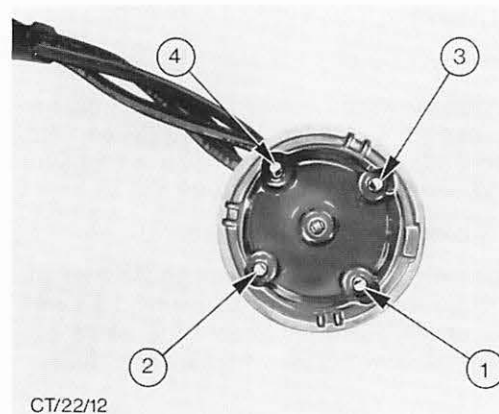

Abb. 27 Verteilerkappe für 4-Zylinder-Motor – Zahlen kennzeichnen die Zündfolge
4. Zündkabel in der richtigen Zündfolge anschließen, Abb. 27/28, und Verteilerkappe aufsetzen.